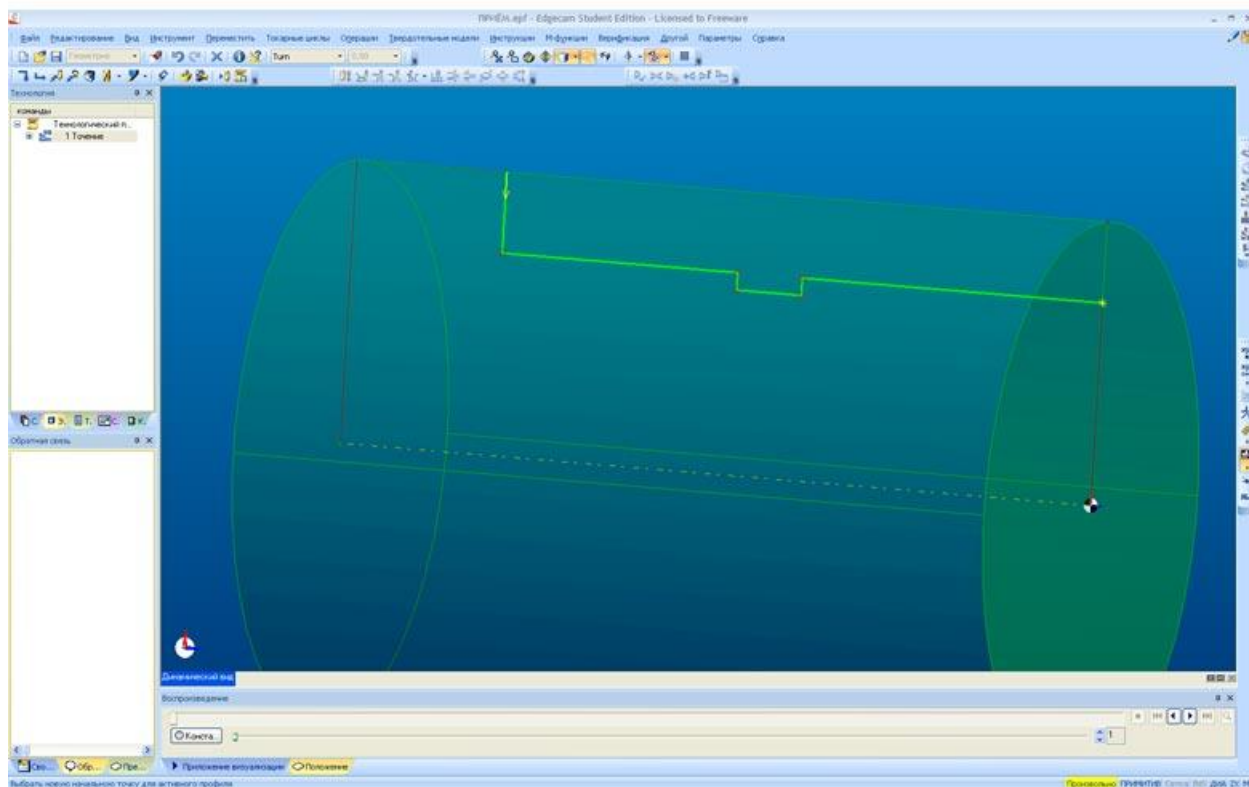

Рис. 4. Edgescam. Операция Точения в токарной обработке
2. определить начальную точку обработки, если не устраивает автоматически выбранная точка (так же данную точку можно определить в самой операции) рис.4;
4. удлинение контура (то же самое, что рис.4).